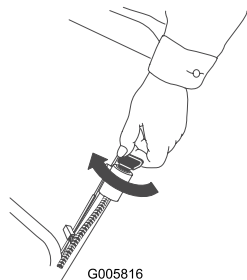
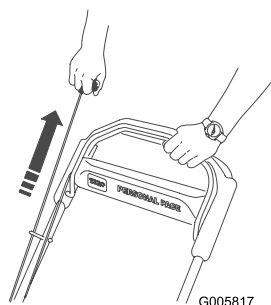

Figura 17
Figura 18
3. Per avviare il motore, servirsi della chiave di accensione (solo modello 20656) (Figura 17) o dell'avviatore autoavvolgente (Figura 18).